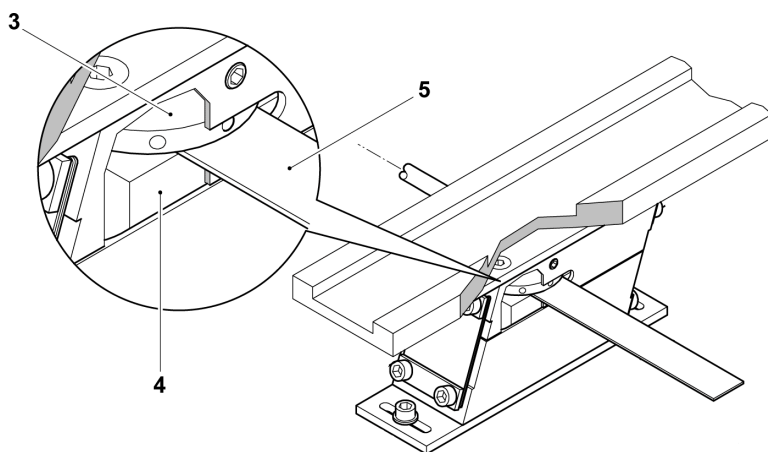

Figure 11
2. L'espace appelé entrefer situé entre la bobine magnétique (4) et la culasse est à régler au moyen d'une jauge (5) selon les Caractéristiques techniques, Tableau 1 (reg. Figure 11). Pour procéder au réglage desserrer la vis (3).